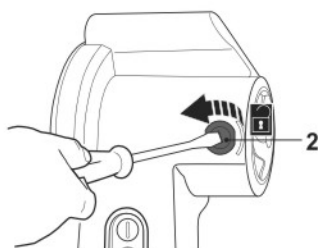

Fig. 14
- > Abra el portaescobillas de carbón (2). Para ello, desatornille la tapa con un tornillo de cabeza plana adecuado (Fig. 14).
- > Vuelva a atornillar la tapa sobre el portaescobillas de carbón (2).